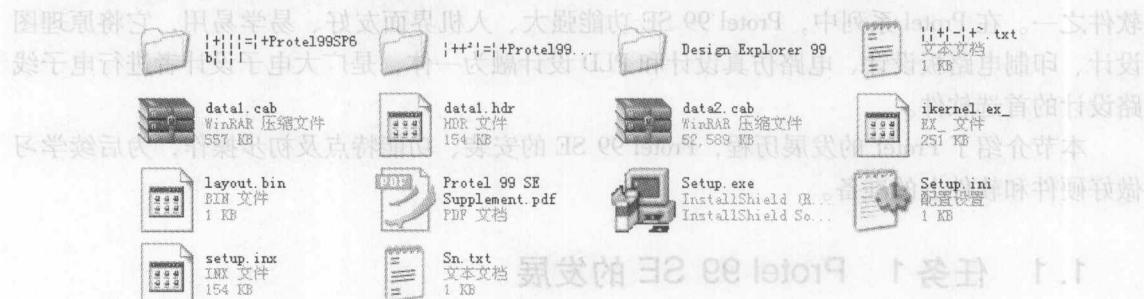

图 1-1 Protel 99 SE 安装文件
(1) 打开安装文件夹，可以看到文件夹里共有安装文件 14 个，如图 1-1 所示。